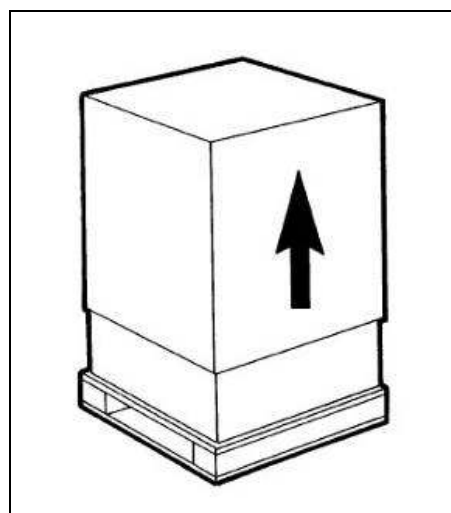

Fig. 26
a) Después de quitar el embalaje **guarde todos sus elementos para el almacenamiento invernral** y asegúrese de lo íntegro del equipo (fig.26).